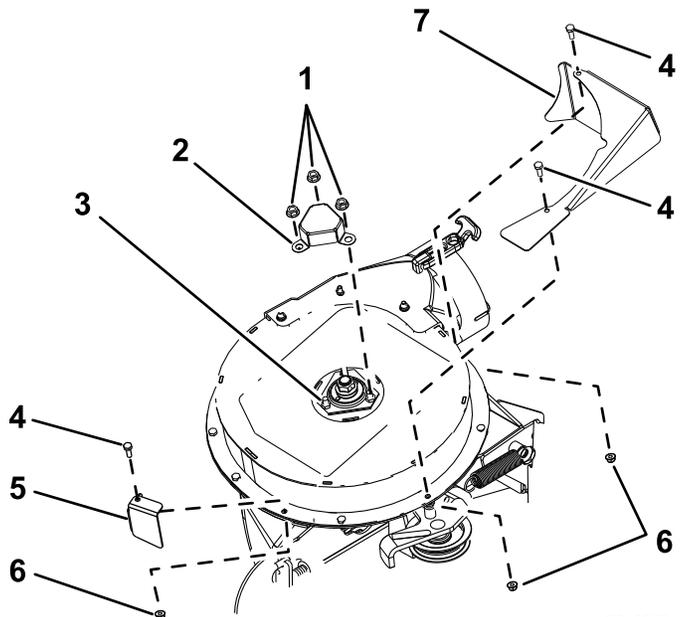

図 13
1. CE シャフトガードを、上ベアリングハウジングを固定している3本のボルトと3個のナットに合わせる 図 13。
2. CE シャフトガードをフロアに固定する鋸歯ナット3個を使用する 図 13。
1. CE 前ガードを上フロアハウジングに合わせる 図 13。
2. CE前ガードを、上フロアハウジングに取り付ける六角ヘッドボルト1/4" x 3/4"とロックナット1/4"を使用して、図 13のように取り付ける。
3. CE テンショナガードを上フロアハウジングに合わせる 図 13。
4. CEテンショナガードを、上フロアハウジングに取り付ける六角ヘッドボルト1/4" x 3/4"2本とロックナット1/4"2個を使用して、図 13のように取り付ける。